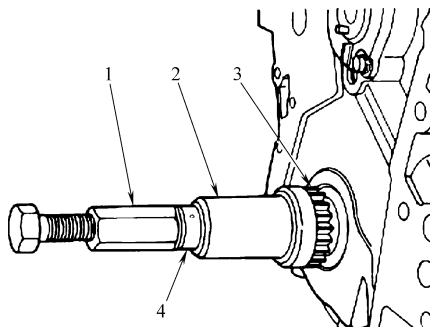

图 19-9 用专用工具安装曲轴链轮
- 2) 用专用工具安装曲轴链轮，如图 19-9 所示，使其完全落位在曲轴上。